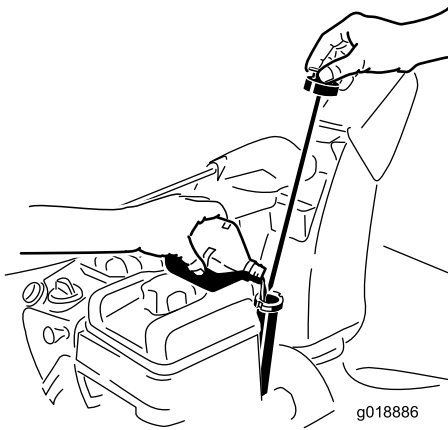

Bild 13
1. Nehmen Sie den Peilstab heraus und füllen Sie das Öl **langsam** in den Einfüllstutzen ein, um den Ölstand auf die Vollmarke am Peilstab anzuheben. **Überfüllen Sie nicht** (Bild 13). Siehe Prüfen des Motorölstands“ unter *Wartung*“.